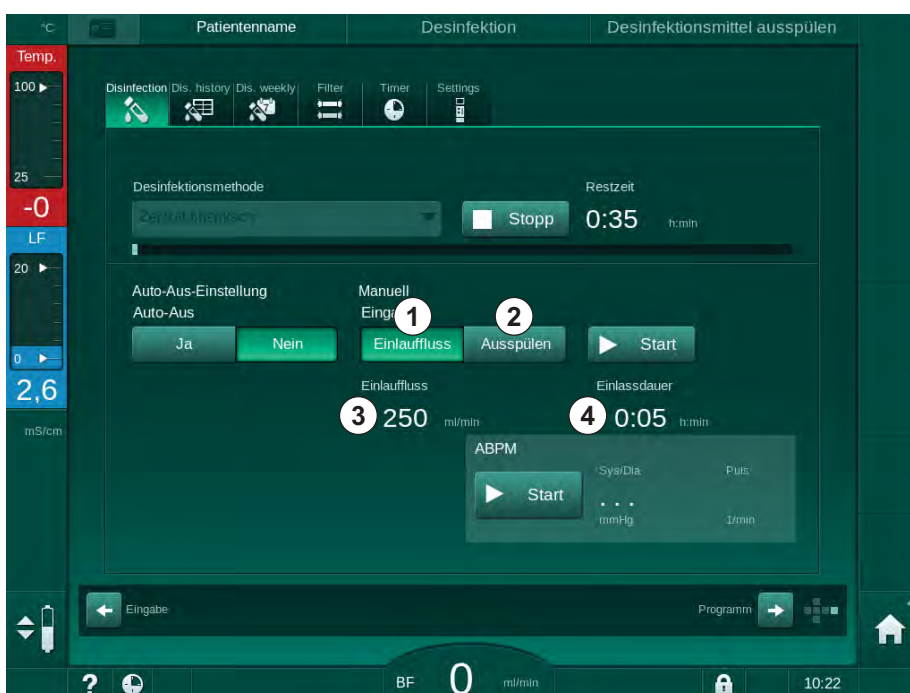

Abb. 7-10 Zentrale manuelle chemische Desinfektion
Im ersten Teil dieser Desinfektionsmethode wird Desinfektionsmittel aus der zentralen Wasserversorgung entnommen und durch das Gerät gepumpt (Abb. 7-10, ①). Einlassfluss ③ und Einlassdauer ④ sind in den *AnwenderEinstellungen* voreingestellt. Der Einlass wird gestoppt, nachdem die eingestellte Zeit abgelaufen ist.